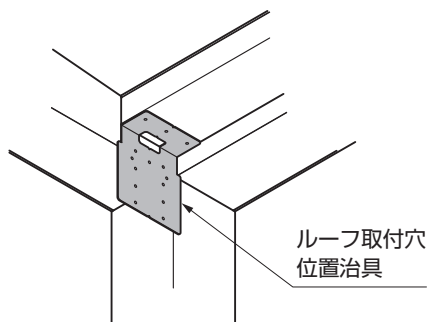

図11-16
- ルーフ取付穴位置治具の折り曲げ部を樋の入隅部に突き当てると正確に位置出しができます。(図11-16参照)
- ②アタッチメントパッキンを雨樋アタッチAに貼付けて樋に【6-1】で取付けてください。
- ③ 縦樋の長さをH24の場合は2138mmに、H29の場合は2593mmに切断してください。